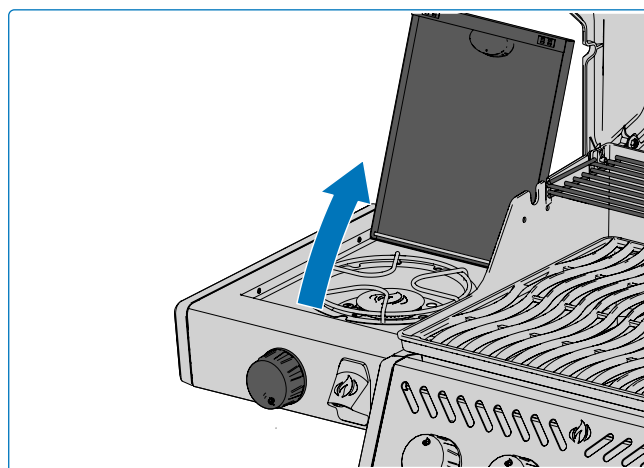

Fig. 9
1. Abra la cubierta del quemador. **(Fig. 9).**